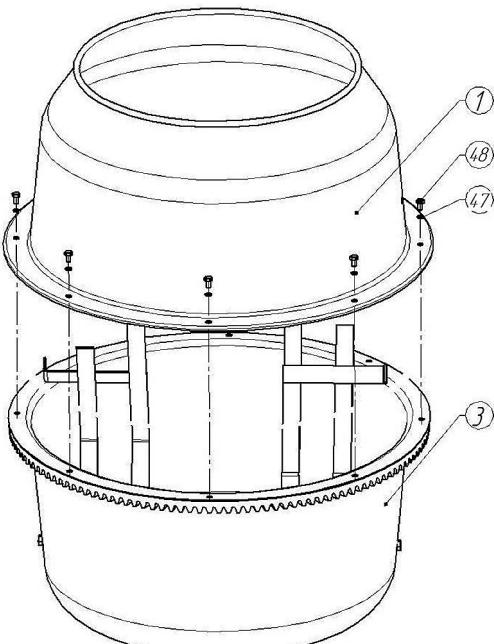

Рис. 11
6.8. Установка верхней половины бака (рис. 11)